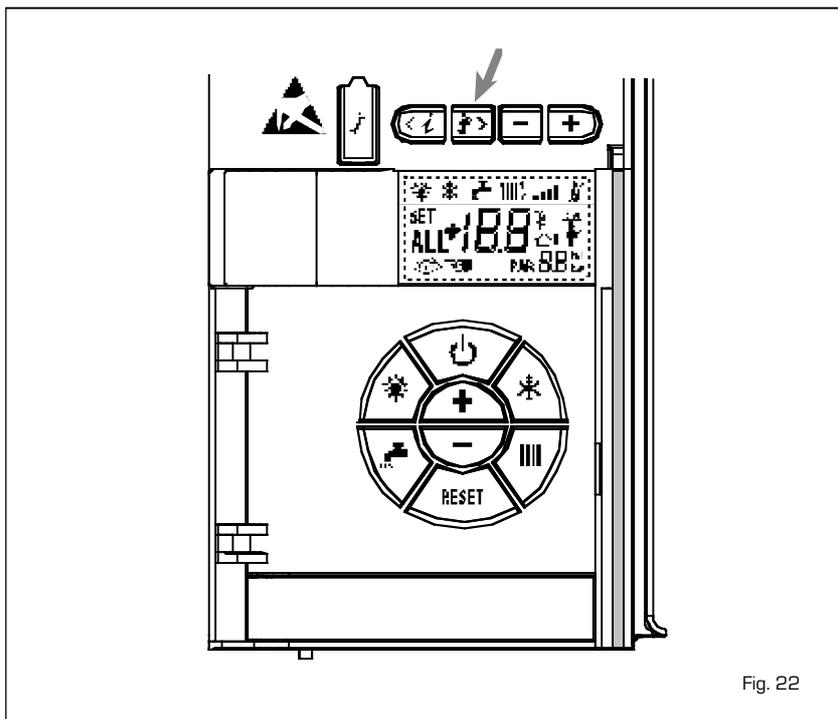

Fig. 22
4.5.1 Función deshollinador (fig. 22)